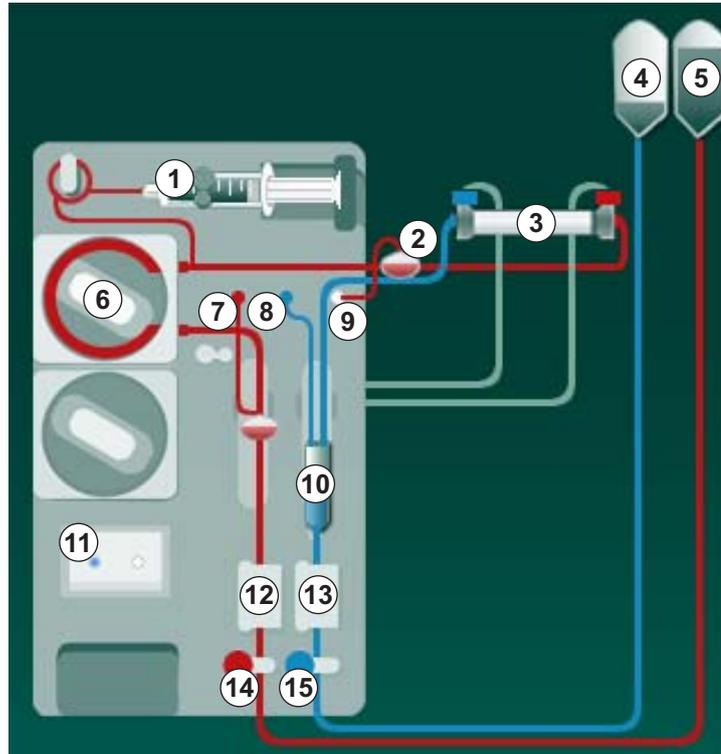

Fig. 5-8 Insertion du système de lignes à sang pour l'amorçage avec l'utilisation de poches
2. Retirer les raccords du dialyseur du pont de rinçage et les connecter au dialyseur (Fig. 5-8 Insertion du système de lignes à sang pour l'amorçage avec l'utilisation de poches (102), ©) dès le signalement par l'appareil. Respecter le codage couleur :